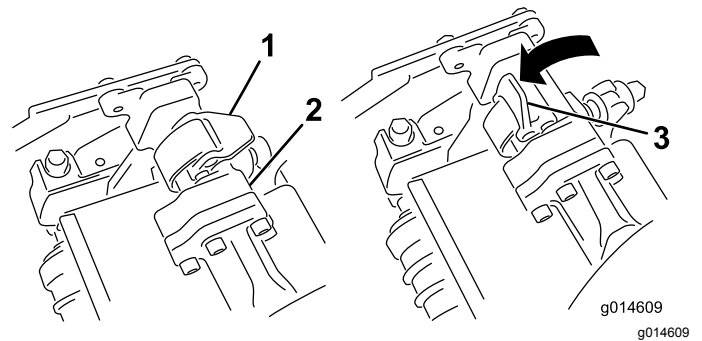
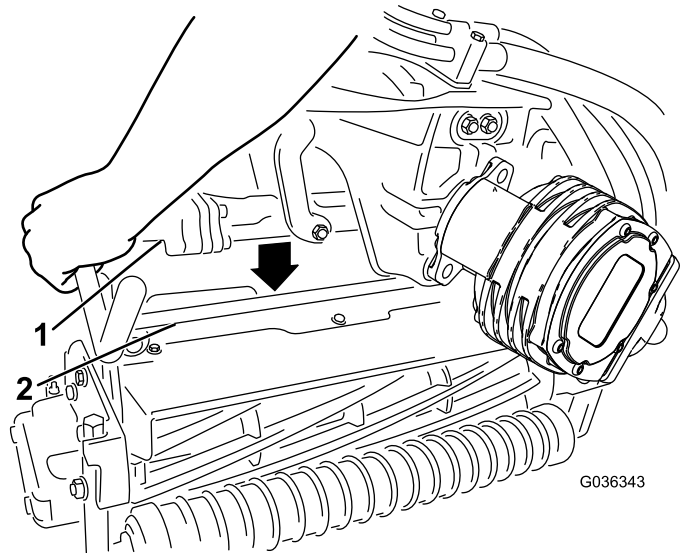

Figure 50
Figure 51
4. Les verrous de la barre de bras de suspension étant orientés en haut (c.-à-d. ouverts) (Figure 50), poussez le bras de suspension vers le bas pour que la barre s'engage sur la barre transversale au sommet de l'unité de coupe (Figure 51).
5. Fermez les verrous autour de la barre de l'unité de coupe et bloquez-les en place (Figure 50).
5. Ouvrez les verrous sur la barre du bras de suspension appartenant à l'unité de coupe que vous voulez déposer (Figure 50).